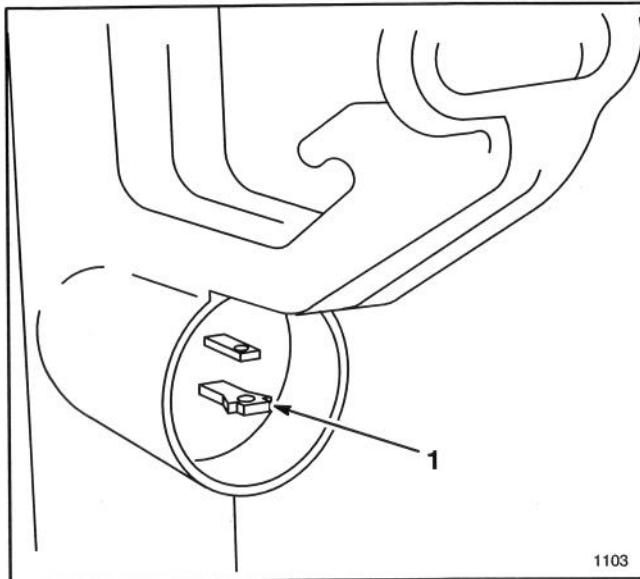

Figure 11
Voir les Figures 11 et 12 pour le branchement correct des cordons.
1. Le taille-bordures a une prise polarisée. Ce qui signifie qu'une pointe dans la cavité de la poignée est plus large que l'autre (Fig. 11). Lors de l'insertion de la prise d'un cordon prolongateur approprié dans la cavité de la poignée, s'assurer d'insérer la pointe la plus large dans la fente correspondante de la prise du cordon prolongateur.